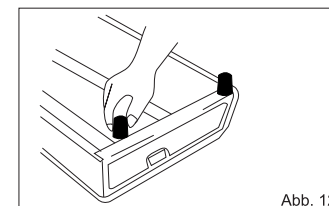

Abb. 12
- Stellen Sie den Gaskocher verkehrt und verschrauben Sie die Gummifuesschen in den entsprechenden oeffnungen an der Untenseite. (Abb. 12)